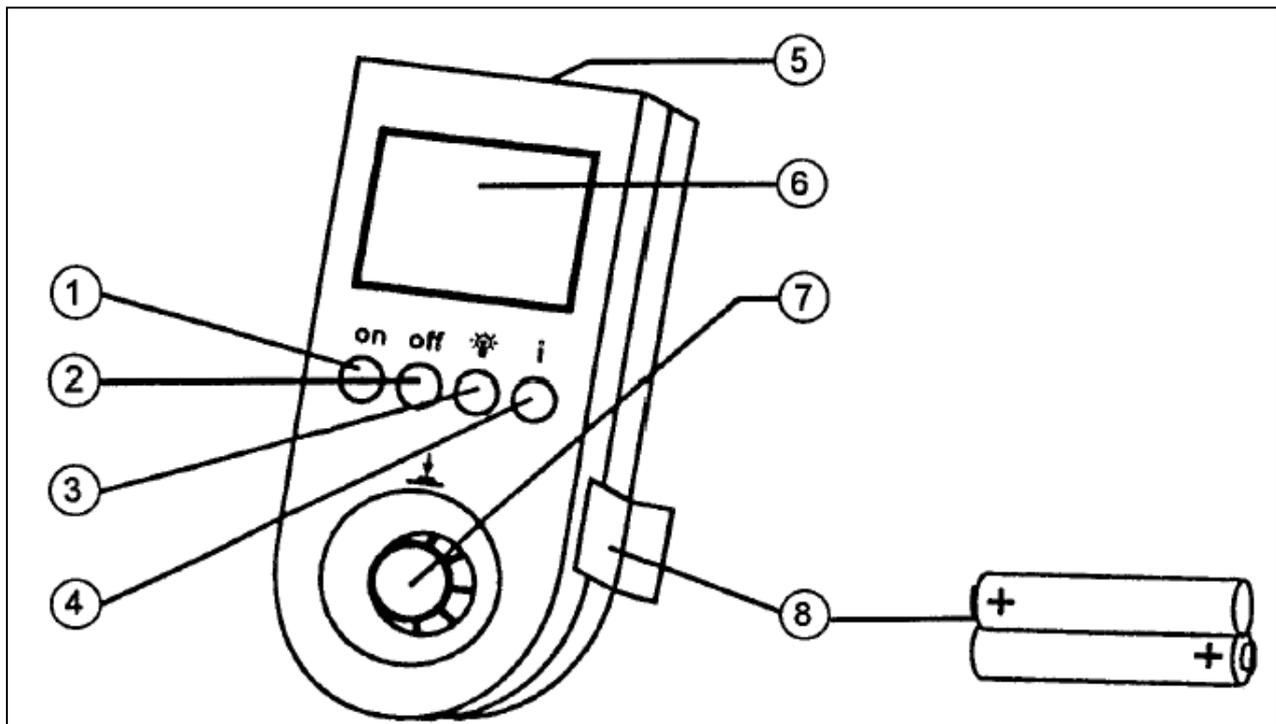

Рис. 1
4. Описание ИК-монитора (рис. 1).
- ИК-порт расположен на торцевой части корпуса прибора и является передающей и принимающей поверхностью. Его следует направить на тот насос, с которым должна быть установлена связь. Для определения величины угла обзора между монитором и модулями насосов см. рис 3. В течение всего времени, когда осуществляется связь между монитором и насосами, линию пеленга следует удерживать по направлению к насосу. Кнопки **ONN/OFF** (Рис. 1, Поз. 1,2): вкл./выкл. ИК-монитора. На дисплее появляется стартовое меню и логотип WILO.
- Кнопка с изображением **лампочки** (рис. 1, Поз. 3) для включения и выключения подсветки дисплея.
- Кнопка **«I»** (рис. 1, Поз. 4) выводит информацию о структуре меню.
- Кнопка (тумблер) **выбора и ввода параметров** (рис. 1, Поз. 7)